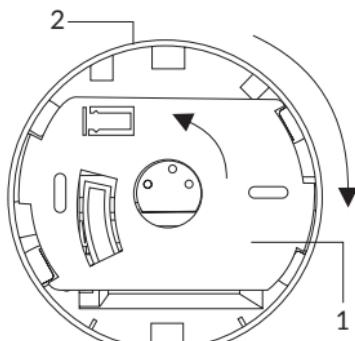

Fig. 2
- 6.1. Separare la base di montaggio (fig. 2, posizione 1) dal corpo del dispositivo (fig. 2, posizione 2) ruotandola in senso antiorario.